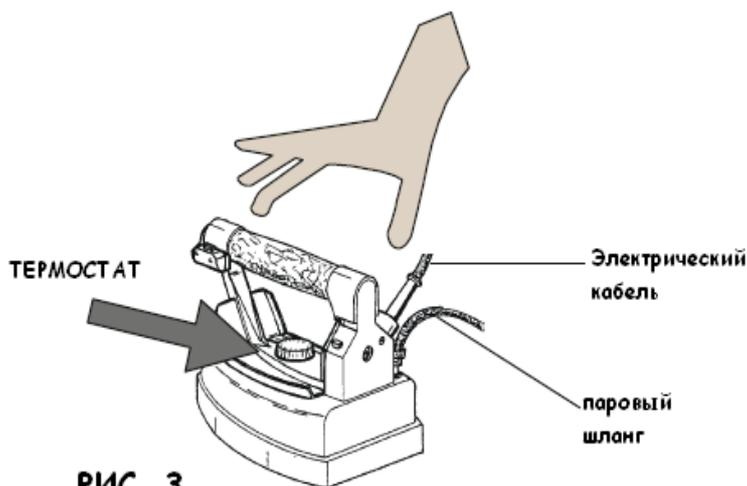

РИС. 3
3. Включите бойлер (рис.2 В) и утюг (рис.2А), установите термостат утюга (рис.3) в положение «Cotton» (Хлопок).
4. Для сухой глажки (см. рис. 3) утюг можно отрегулировать в различные положения при помощи термостата. Для глажки с паром устанавливайте термостат в положение “cotton” или “linen”.